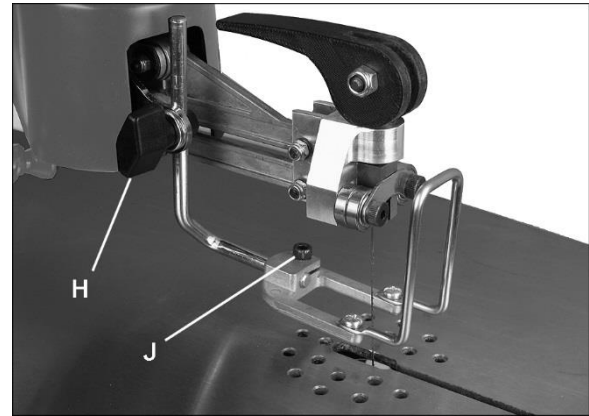

Fig 18
Pour un réglage vertical, desserrez le bouton (H, Fig 18). Pour un réglage en avant/en arrière et en biais, desserrez la vis à six pans creux (J).